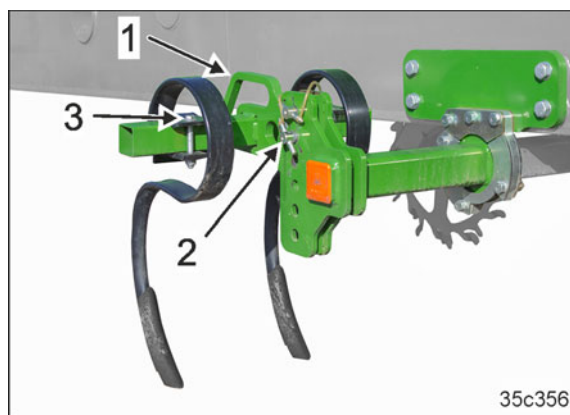

Bild 201
1. Dra åt och spärra skruven (Bild 201/3) efter inställning av spårluckraren.
1. Håll spårluckraren (Bild 201/1) i handtaget.
2. Ta bort bultarna (Bild 201/2).